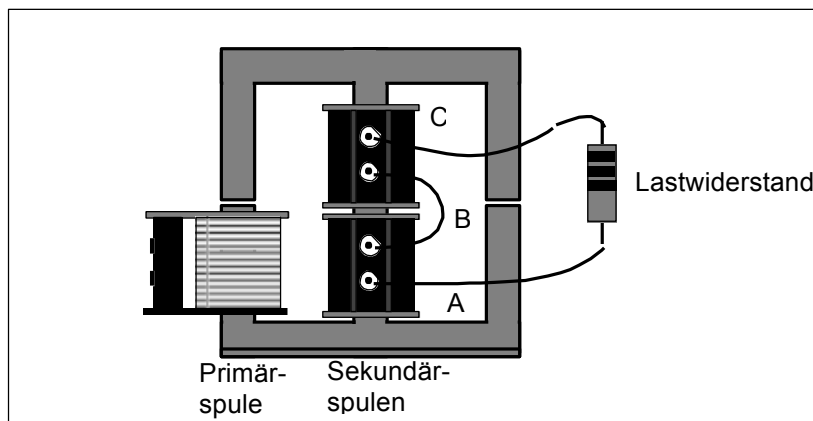

Abb. 5
12. Verbinden Sie nun zwei Spulen a 400 Wdg. so wie in Abb. 5 gezeigt. Achten Sie darauf, dass der Windungssinn so gewählt ist, dass der maximalen Werte für Strom und Spannung erreicht werden.